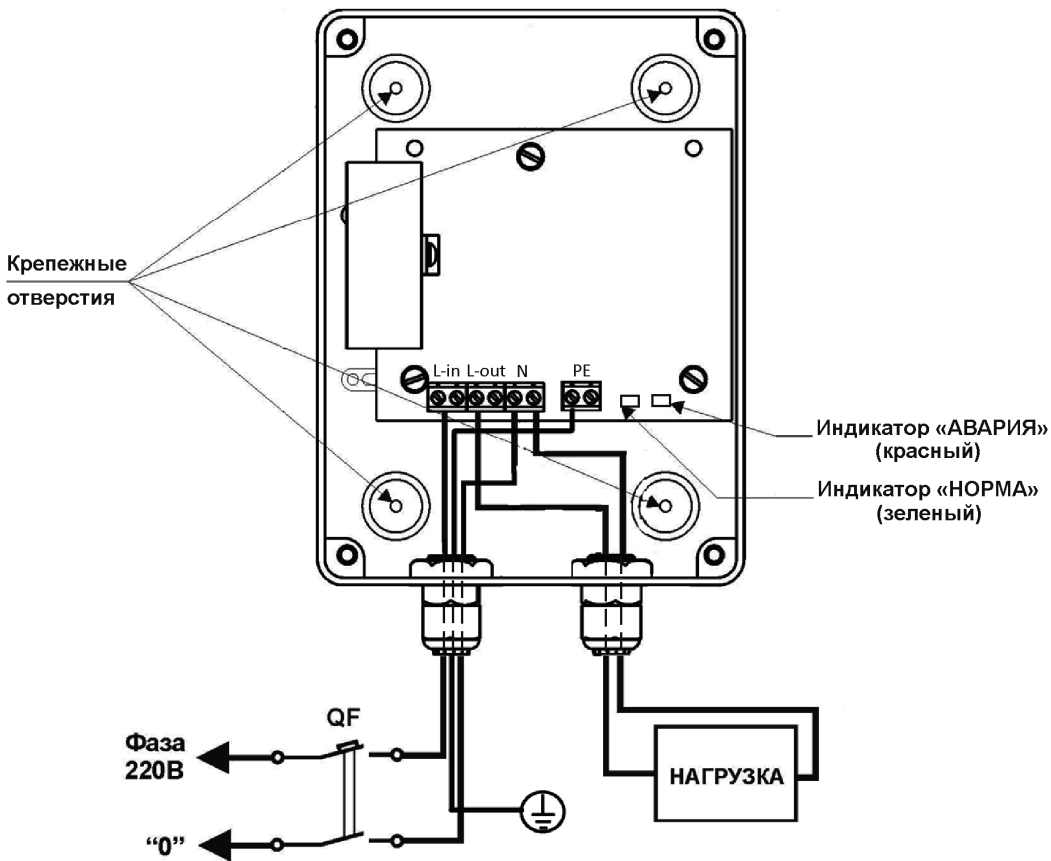

Рисунок 2 – схема подключения устройства
Устройство может устанавливаться на вертикальных и горизонтальных поверхностях, обеспечивающих устойчивое положение. Для этого необходимо просверлить крепежные отверстия (см. рисунок 2), закрепить устройство шурупами (в комплект поставки не входят), места крепления загерметизировать. Выбор места установки устройства должен обеспечивать свободное, без натяжения, размещение соединительных линий и расстояние от стенок устройства до соседних предметов не менее 40 мм.
Используя автоматический выключатель, рассчитанный на ток 10А, подключить устройство к сети, а к нему нагрузку, руководствуясь схемой (см. рисунок 2). До начала работ следует убедиться, что автоматический выключатель находится в выключенном состоянии.
- Проверьте правильность произведенного подключения (см. рисунок 2).